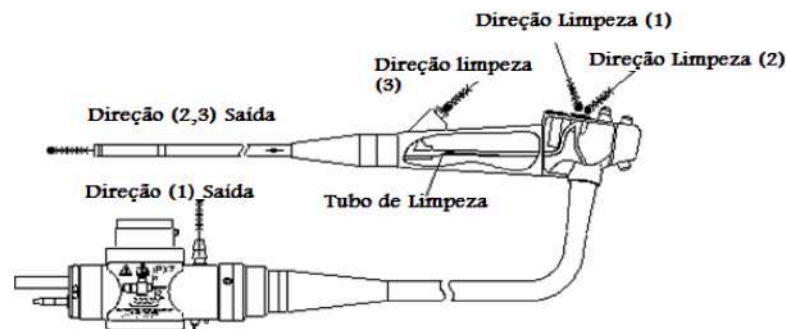

Figura 17. Direções corretas de limpeza dos canais de aspiração e trabalho
- 7) Insira uma escova de limpeza no canal de trabalho, no alojamento de aspiração para escovar as paredes internas do canal de aspiração e trabalho conforme as direções corretas (veja Figura 17)